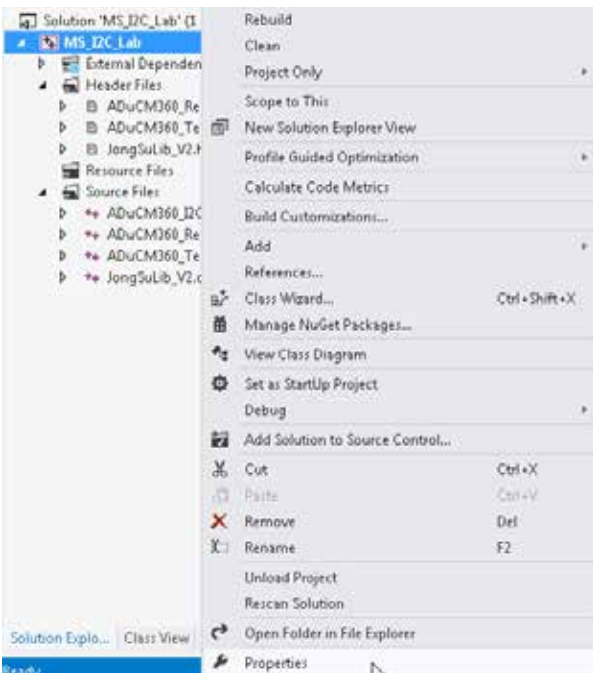
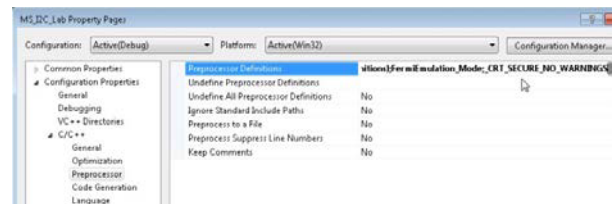

图22. 选择Properties
图25. 定义代码
4. 如图22至图25所示，更改某些属性。
6. 如图25所示，仅对Visual C++编译器定义FermiEmulation_Mode。
使用其他Visual Studio版本时，需要搜索图22至图25中所示的相应选项，但步骤不变。仅为.NET添加_CRT_SECURE_NO_WARNINGS(参考图25)。